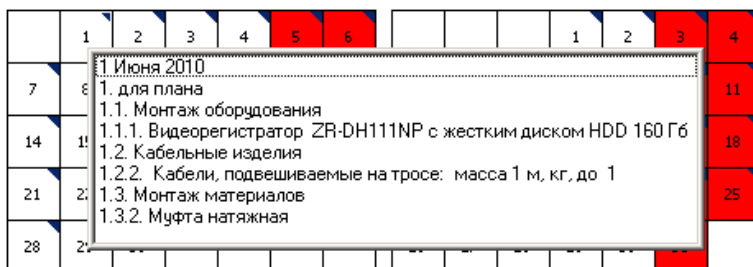

Рис. 3.38 Список выполняемых работ.
Дни, попадающие в промежуток между датой начала и окончания проекта, отмечаются темным треугольником (Рис. 3.38).
2. В открывшемся окне отобразится дата, список групп и работ данного дня (Рис. 3.38).